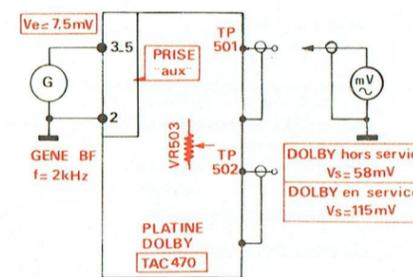

Fig. 36
11. REGLAGE DU CIRCUIT « DOLBY » (Fig. 36)